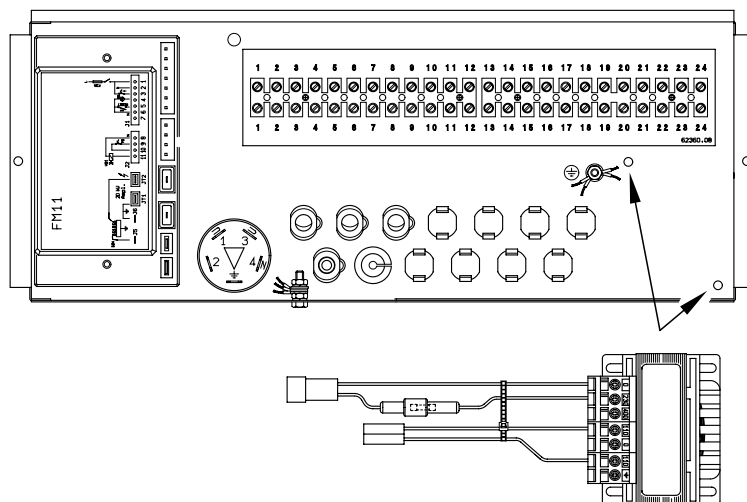

Fig. 6/a
Toutes les fonctions de la chaudière peuvent être gérées par la régulation électronique optionnelle code 8096303, fournie avec la sonde de température externe (SE), sonde immersion chaudière (SC) [fig. 7]. La régulation électronique prévoit le branchement d'une autre série de connecteurs à basse tension pour le branchement des sondes et de l'unité milieu ambiant (les connecteurs se trouvent dans un sachet à l'intérieur du tableau de commande). Le bulbe de la sonde de bouilleur extérieure éventuelle (SS), optional cod. 6277110, doit être introduit dans la gaine de la ballon et celui de la sonde chaudière (SC) dans la gaine de la chaudière. Pour le montage de la sonde de température externe (SE), respecter les instructions figurant sur l'emballage de la sonde elle-même. Pour procéder au branchement électrique, se référer au schéma de la figure 6.